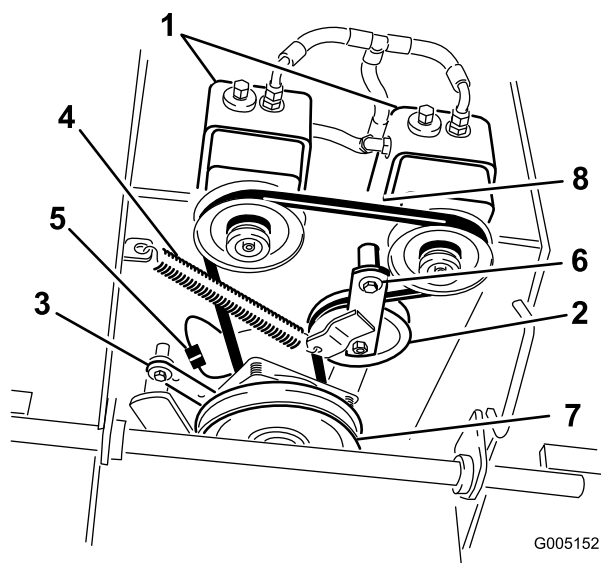

Figura 40
- Scollegate il fermo frizione dalla scocca del motore (Figura 40).
7. Sganciate la molla di tensione dal telaio (Figura 40).
9. Montate la molla di tensione tra il braccio di rinvio e la staffa del telaio (Figura 40).
10. Montate il fermo frizione sulla scocca del motore (Figura 40).